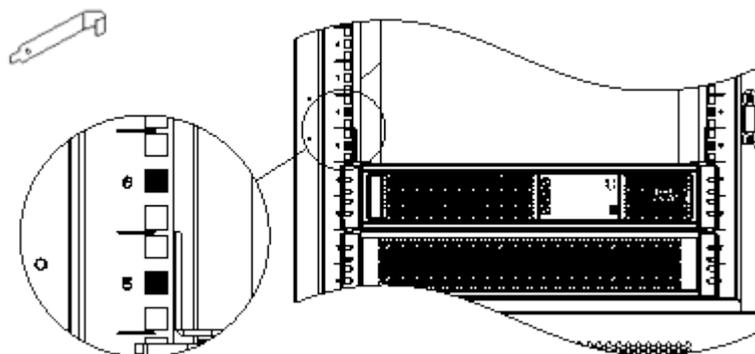

図 2-20 フローティングナットを取り付ける-2
- 5) 左右の支柱の 5U と 6U の中間の穴にフローティングナット(4 個)を取り付ける(図 2-20 参照)。